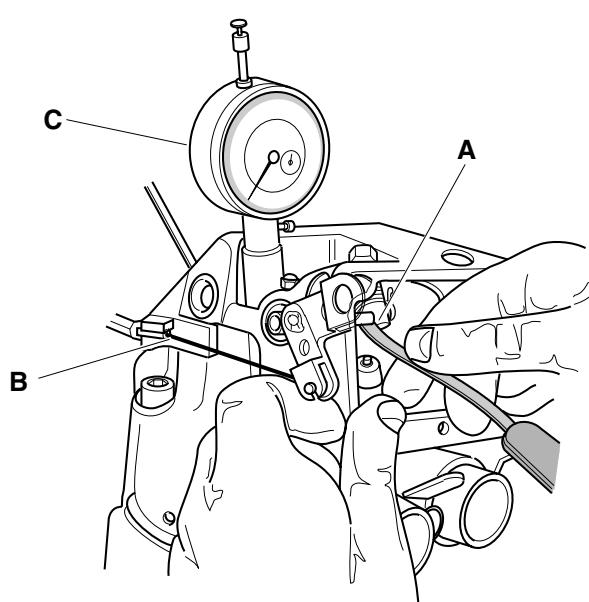

Fig. 40
1. Posizionare il pistone al P.M.S. (punto morto superiore) mediante comparatore "C" (Fig.40).
3. Se necessario procedere alla regolazione con il registro a filo "B" (Fig.40).
1. To place the piston on the P. M. S. by means of comparator "C" (Fig. 40):
3. If necessary proceede to adjustment with the regulator at thread "B" (Fig. 40).
1. Den Kolben auf den oberen Totpunkt durch Komparator "C" einstellen (Abb.40):
3. Wenn nötig die Einstellung durch Drahtstellelement "B" vornehmen (Abb.40).
1. Positionner le piston sur le point mort haut par comparateur "C" (fig. 40).
3. Si besoin est, régler avec l'élément de réglage à fil "B" (fig.40).